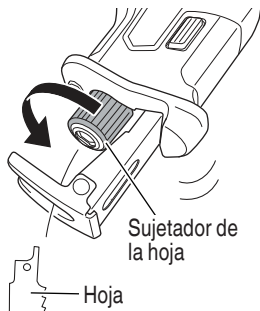

Fig. 12
- (1) Después de girar el sujetador de la hoja, oriente la hoja hacia abajo. La hoja debería caerse por sí sola. Si la hoja no se cae, extráigala con la mano. (Fig. 12)